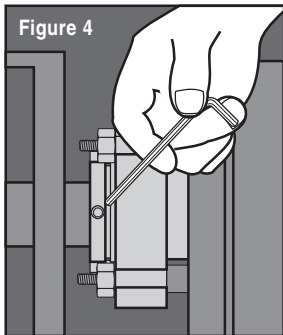

Figure 4
- 6.9 Après avoir positionné **la roue, l'arbre, l'accouplement et les paliers** dans leur position de fonctionnement définitive, serrer les vis de blocage du collier d'entraînement. Voir Figure 4.